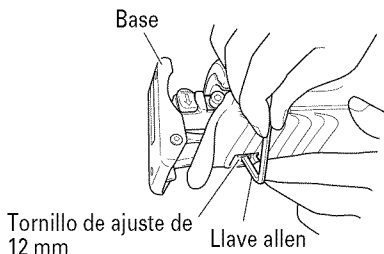
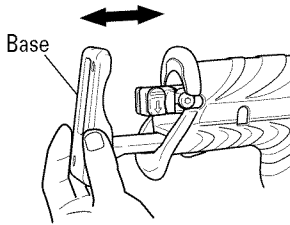

Fig. 13
Fig. 14
- (2) Afloje el tornillo de ajuste de la base con la llave de barra hexagonal suministrada para ajustar la posición de instalación de la base. (Fig. 13, Fig. 14)